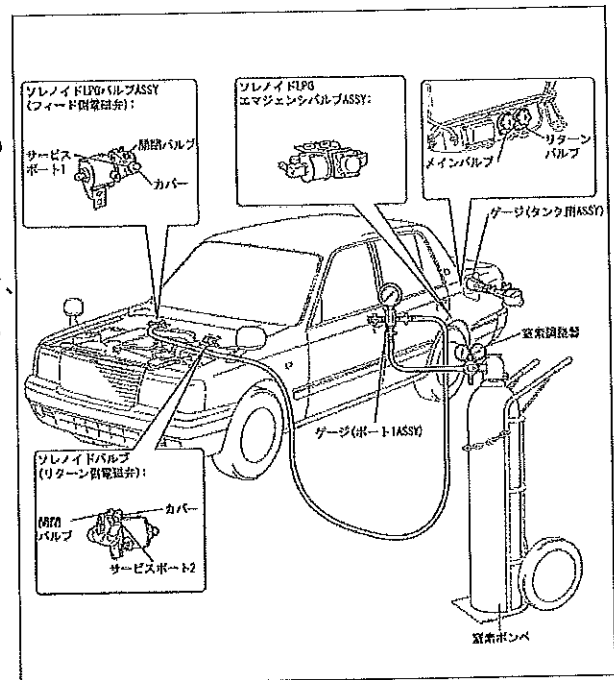

図2
- 窒素ポンペに窒素調整器を介してゲージ(ポート1 ASSY)を接続する。(図2参照)
- ソレノイド LPG バルブ ASSY(フィード側電磁弁)のサービスポート1にゲージ(ポート1 ASSY)を接続する。(図2参照)
(図1、図2参照)
・石けん水で、ソレノイド LPG バルブ ASSY (フィード側電磁弁)のサービスポート1とゲージ(ポート1 ASSY)の接続部に漏れが無いことを確認する。(図1、図2参照)
f. 窒素ガス充てん圧力が設定圧力まで上昇したら、ゲージ(ポート1 ASSY)のバルブ A を全閉する。(図1、図2参照)
a. LPG フューエルタンクのメインバルブおよびリターンバルブを全閉にする。(図2参照)
b. ソレノイド LPG バルブ ASSY(フィード側電磁弁)の開閉バルブ(二面幅6mm 六角スクリュ)を開く。(図2参照)
・ソレノイド LPG バルブ ASSY(フィード側電磁弁)の開閉バルブ(二面幅6mm 六角スクリュ)の開く量は1回転以内の範囲とする。(図2参照)
・石けん水で、ソレノイド LPG バルブ ASSY(フィード側電磁弁)のサービスポート1とゲージ(ポート1 ASSY)の接続部に漏れが無いことを確認する。(図1、図2参照)
c. IG ON して、ソレノイド LPG バルブ ASSY(フィード側電磁弁)を開弁させる。(図2参照)
d. LPG フューエルタンクのリターンバルブを開け、約5秒後に全閉する。(図2参照)
a. ソレノイド LPG バルブ ASSY(フィード側電磁弁)の開閉バルブ(二面幅6mm 六角スクリュ)を全閉する。(図2参照)
b. ゲージ(ポート1 ASSY)のバルブ A 全閉であることを確認する。(図1、図2参照)
d. ゲージ(ポート1 ASSY)のバルブ A を全開にして窒素ガスを配管に封入する。(図1、図2参照)
e. 窒素ガス充てん圧力が設定圧力まで上昇したら、ゲージ(ポート1 ASSY)のバルブ A を全閉する。(図1、図2参照)
f. ソレノイド LPG バルブ ASSY(フィード側電磁弁)の開閉バルブ(二面幅6mm 六角スクリュ)を開く。(図2参照)